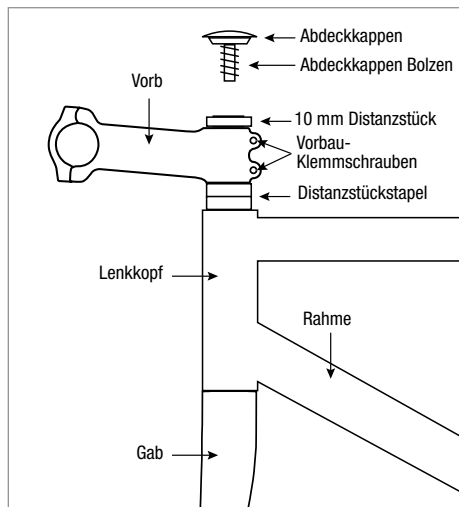

Abbildung 11
2. Installieren Sie Gabel, Distanzstücke, Vorbau und alle Lenkkopflagerbauteile im Steuerrohr (Abbildung 11).